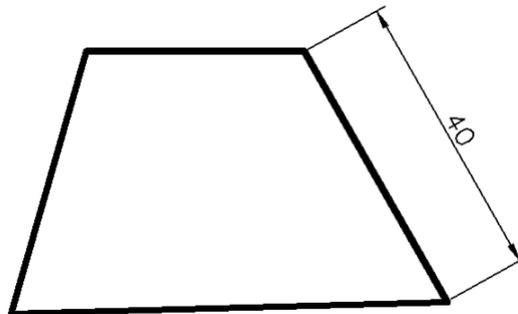

Рис.3 Диаметральные размеры
5.2. Параллельный размер (рис.3)